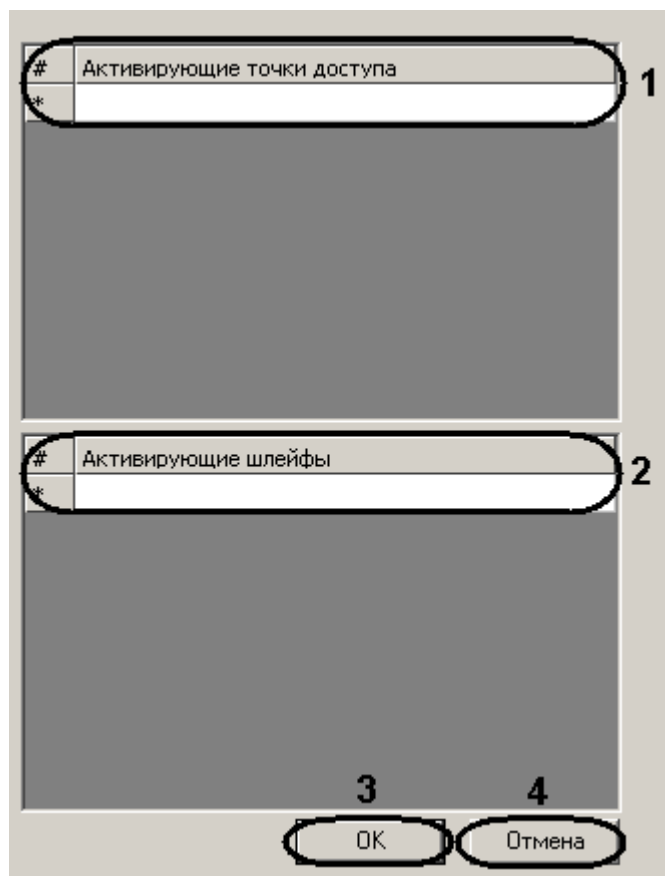

Рис. 3.7—7 Основные настройки программы активации
9. В поле **1** в столбце **Активирующие точки доступа** выбрать точки доступа, при использовании которых запускается программа активации (Рис. 3.7—7, 1).
10. В поле **2** в столбце **Активирующие шлейфы** выбрать шлейфы сигнализации, по изменению состояния которых запускается программа активации (см. Рис. 3.7—7, **2**).
11. Для сохранения изменений нажать кнопку **OK** (см. Рис. 3.7—7, **3**).
*Примечание. Для отмены изменений следует нажать кнопку **Отмена** (см. Рис. 3.7—7, **4**).*